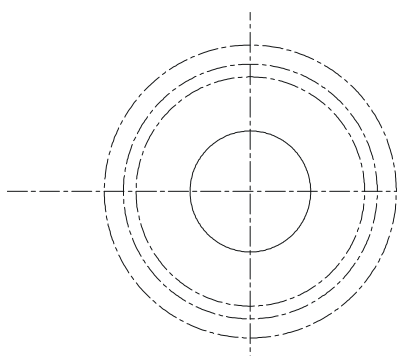

图 3-3-8
(4) 在“中心线”层上使用 CIRCLE 命令绘制端盖的中心轮廓线,如图 3-3-8 所示。其具体操作如下: